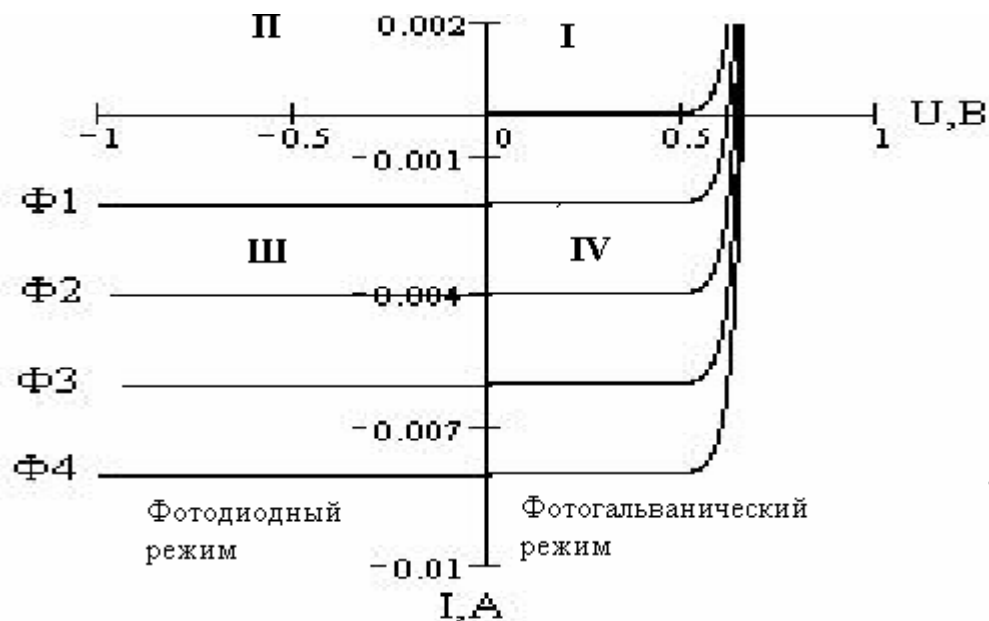
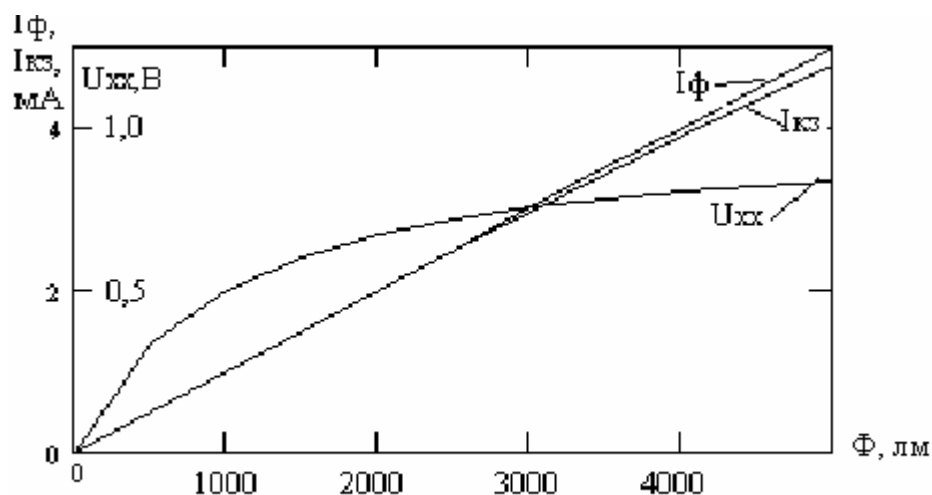

Рисунок 1. Семейство вольтамперных характеристик освещенного фотодиода.
Рисунок 2. Зависимости тока короткого замыкания I_{kz} , напряжения холостого хода U_{xx} и фототока I_{ϕ} от мощности светового потока Φ .
В фотодиодном режиме фототок прямо пропорционален падающему световому потоку, и световая (энергетическая) характеристика $I_{\phi} = f(\Phi)$ практически линейна (рисунок 2). Инерционность фотодиода определяется, прежде всего, скоростью процесса разделения носителей в $p-n$ -переходе и скоростью перезаряда барьерной емкости. Наименее инерционны фотодиоды с точечным переходом или с барьером Шотки.
7. Снимите семейство ВАХ фотодиода при $\Phi = \text{const}$, сопрягая прямые и обратные ветви семейства, соответствующие одинаковым значениям светового потока Φ (см. рисунок 1.).
при $U_{OBR} = U_{OBR1}$ (см. рисунок 2), где I_{ϕ} - фототок через фотодиод, совпадающий по направлению с I_{OBR} (см. рисунок 1).
10. Для фотогальванического режима по ВАХ графически измерьте значения тока короткого замыкания в напряжения холостого хода фотодиода для различных значений светового потока и постройте графики $I_{K3} = f(\Phi)$ и $U_{XX} = f(\Phi)$ (см. рисунок 2).